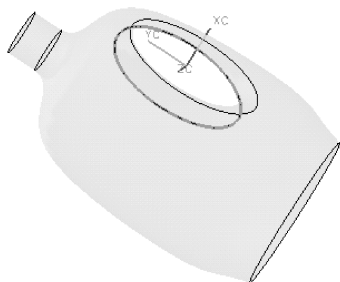

图 5-70 创建手把形状
- 19 使用【减去】工具，以瓶身主体作为目标体，实体特征为刀具体，创建出手把形状，如图 5-70 所示。